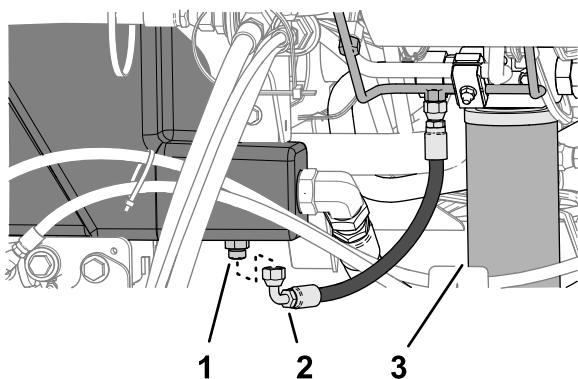

図 143
2. 油圧オイルタンクのストレートフィッティング 図 143の下にオイル回収用の大きな容器を置く 油圧オイルの量を点検する (ページ 73)を参照。